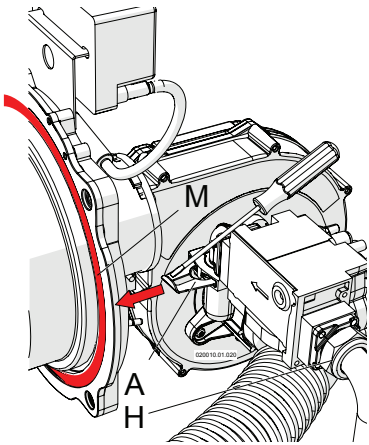
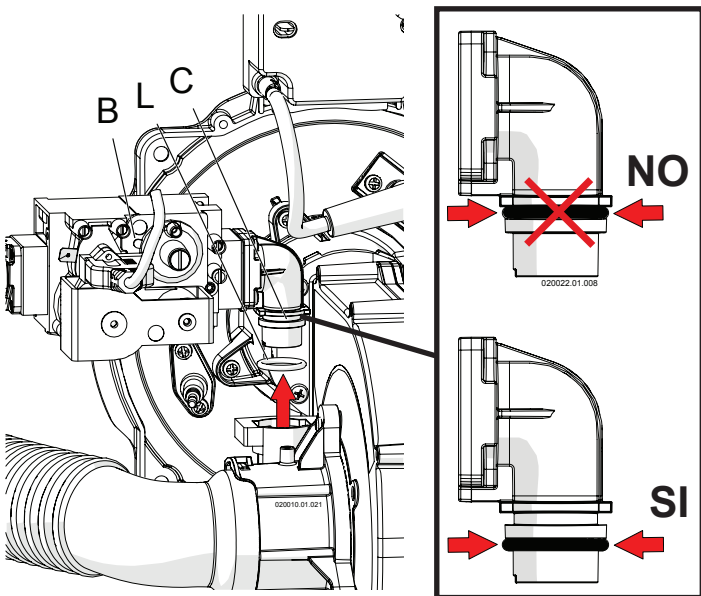

Figura 13-2 - Smontaggio valvola gas
Figura 13-3 - Sollevamento valvola gas
- 4 - Svitare il raccordo "H" di figura 13-2;
- 5 - Con l'aiuto di un cacciavite rimuovere la forcella "A" di figura 13-2;
- 6 - Rimuovere la valvola gas con il raccordo "C" come in figura 13-3 (facendo attenzione all'OR "L" di figura 13-3);
- 8 - Reinstallare la valvola gas facendo attenzione alla corretta posizione dell'OR "L" di figura 13-3 e alla guarnizione del raccordo "H" di figura 13-2;
- 10 - Avvitare il raccordo "H" di figura 13-2;
- 12 - Verificare che non vi siano perdite dal raccordo "H" di figura 13-2;